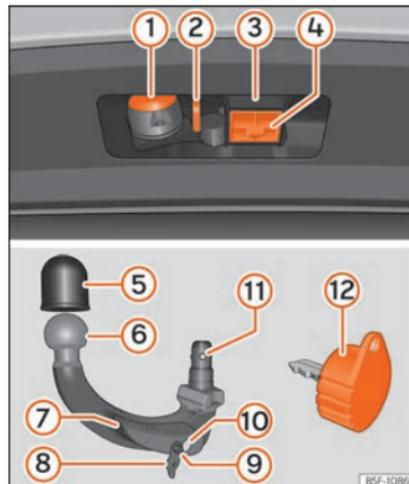

Abb. 291 Halterung der Anhängervorrichtung / abnehmbarer Kugelkopf / Schlüssel
Legende zu »» **Abb. 291**
- Den Verschlussdeckel der Hakenaufnahme (4) » Abb. 291 nach unten abnehmen.